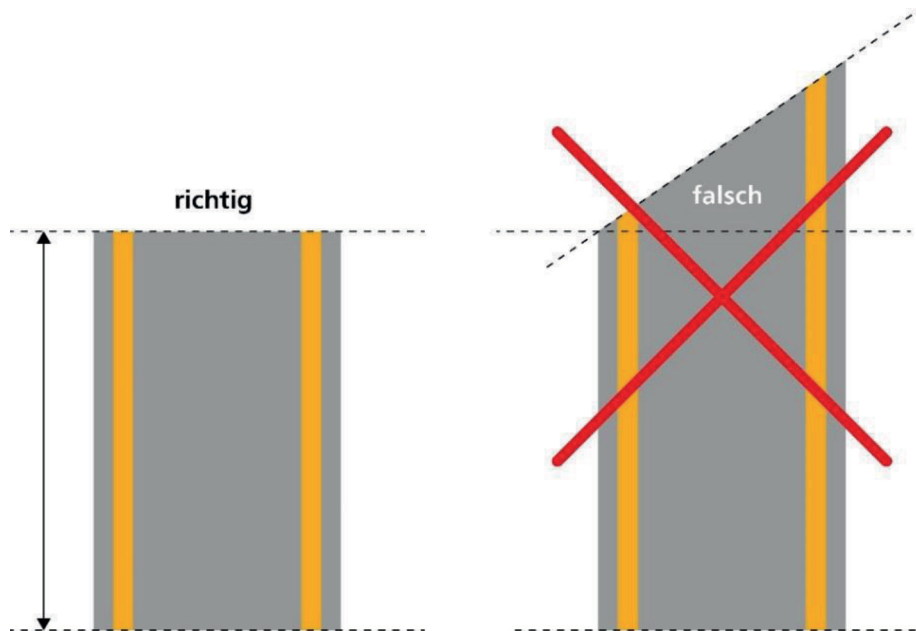

Abbildung 7: Korrekter Folienbeschnitt
- Eine nötige Kürzung muss in gerader Linie, senkrecht zu den Kupferbändern erfolgen (siehe Abbildung 7).